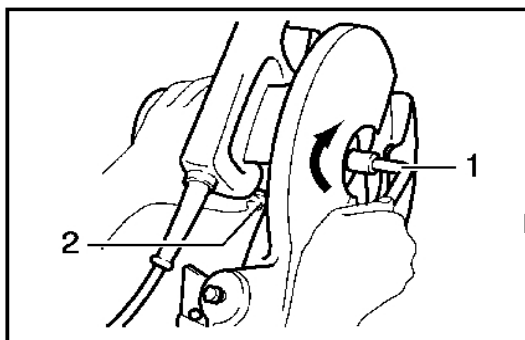

Рис. 10
- Нажмите на фиксатор вала (2), чтобы заблокировать шпиндель.
- Затем снимите болт с шестигранной головкой, внешний фланец и пильный диск (рисунок 10).